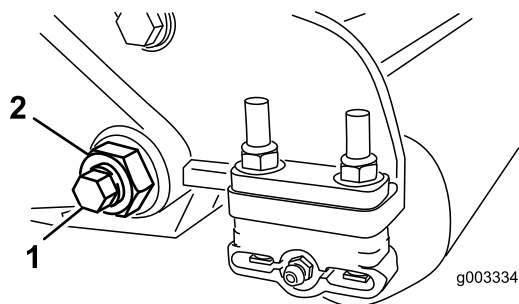

Figura 24
3. Desaperte a porca de bloqueio que segura a cavilha da barra de apoio, em cada um dos lados da máquina (**Figura 24**).
4. Remova cada um dos parafusos da barra de apoio, de modo a puxá-la para baixo e retirá-la da unidade de corte (**Figura 24**).